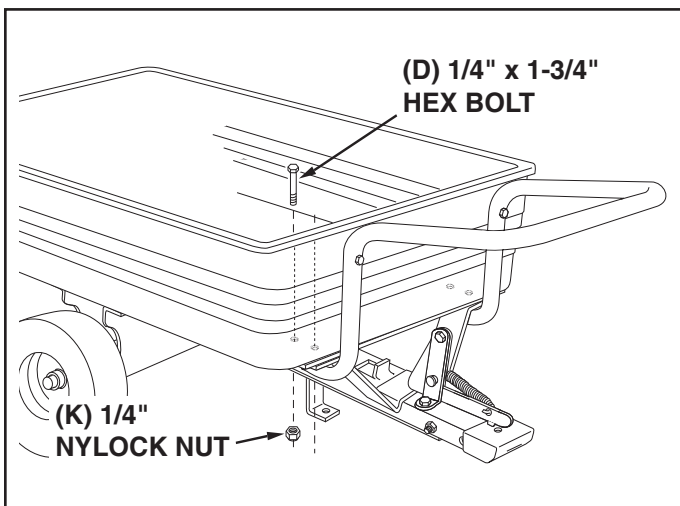

FIGURE 9
16. Align the holes in the handle with the holes in the bottom of the poly tray, the latch stand plate and the latch stand bracket. Fasten together using four 1/4" x 1-3/4" hex bolts (D) and 1/4" nylock nuts (K) as shown in figure 9. **Tighten.**
16. Aligner les trous au bout du guidon avec les trous au fond de la caisse, le support de serrure et la plaque de serrure. Fixer à l'aide de quatre boulons à 6 pans (D) et 4 contre-écrous (K), tel qu'illustré à la figure 9. **Serrer.**